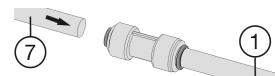

Fig. 36
► Conectar los tubos flexibles de prolongación suministrados *Fig. 36* (1) con los tubos flexibles del aparato *Fig. 36* (7): introduzca los tubos flexibles del aparato en los empalmes hasta el tope (aprox. 25/32 " (20 mm)).